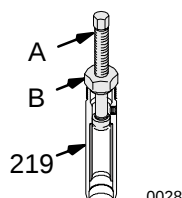

Fig. 26
6. Lors d'une intervention sur la pompe, déposer la chemise. Utiliser exclusivement l'outil spécial, No. Réf. 224-787 à cet effet. Visser l'écrou (B) dans le cylindre (219). Faire descendre la tige (A) en la vissant pour faire sortir la chemise. Voir Fig. 26.